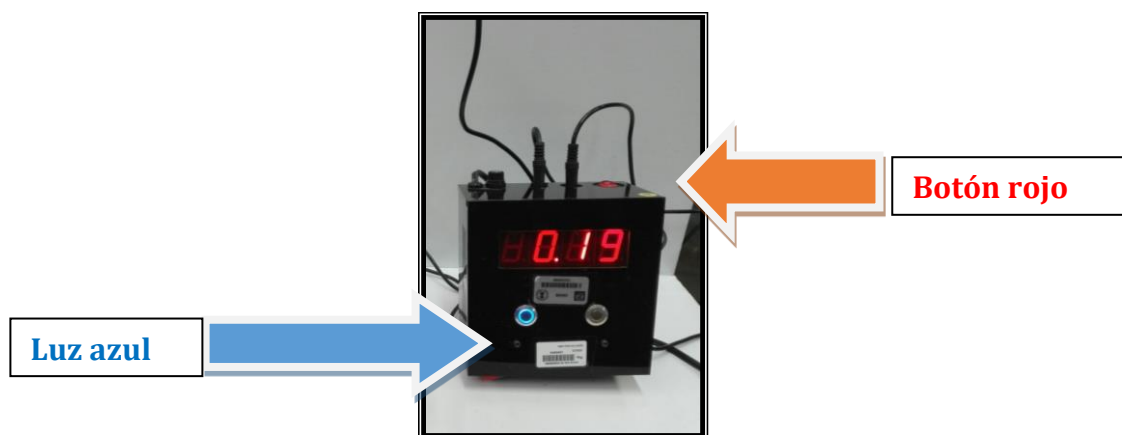

Figura 3.4. Botones del cronómetro digital.
- e) Encienda el cronómetro digital, oprimiendo su interruptor de color rojo en la parte superior. El botón izquierdo de la carátula deberá tener una luz azul, lo que indica que el cronómetro está listo para medir el tiempo de caída de la esfera, como se muestra en la figura 3.4.